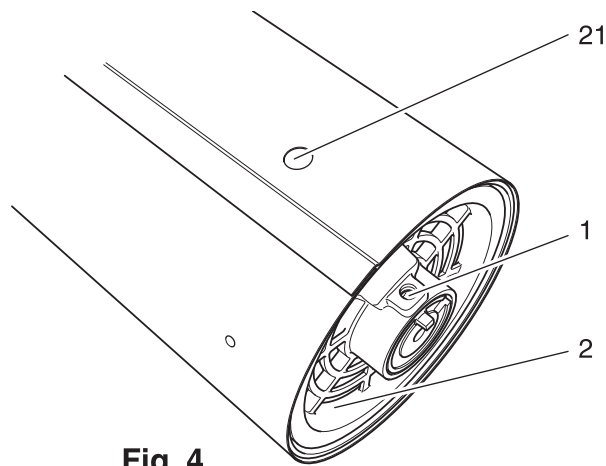

Fig. 4
- Die Schrauben 1 des linken und rechten Rollenhalters lösen (Fig. 4).
- Die Antriebseinheiten mit dem Flanschrohr 3 so plazieren, dass die Schraube 20 genau unter der Bohrung 21 sich befindet (Fig. 4).